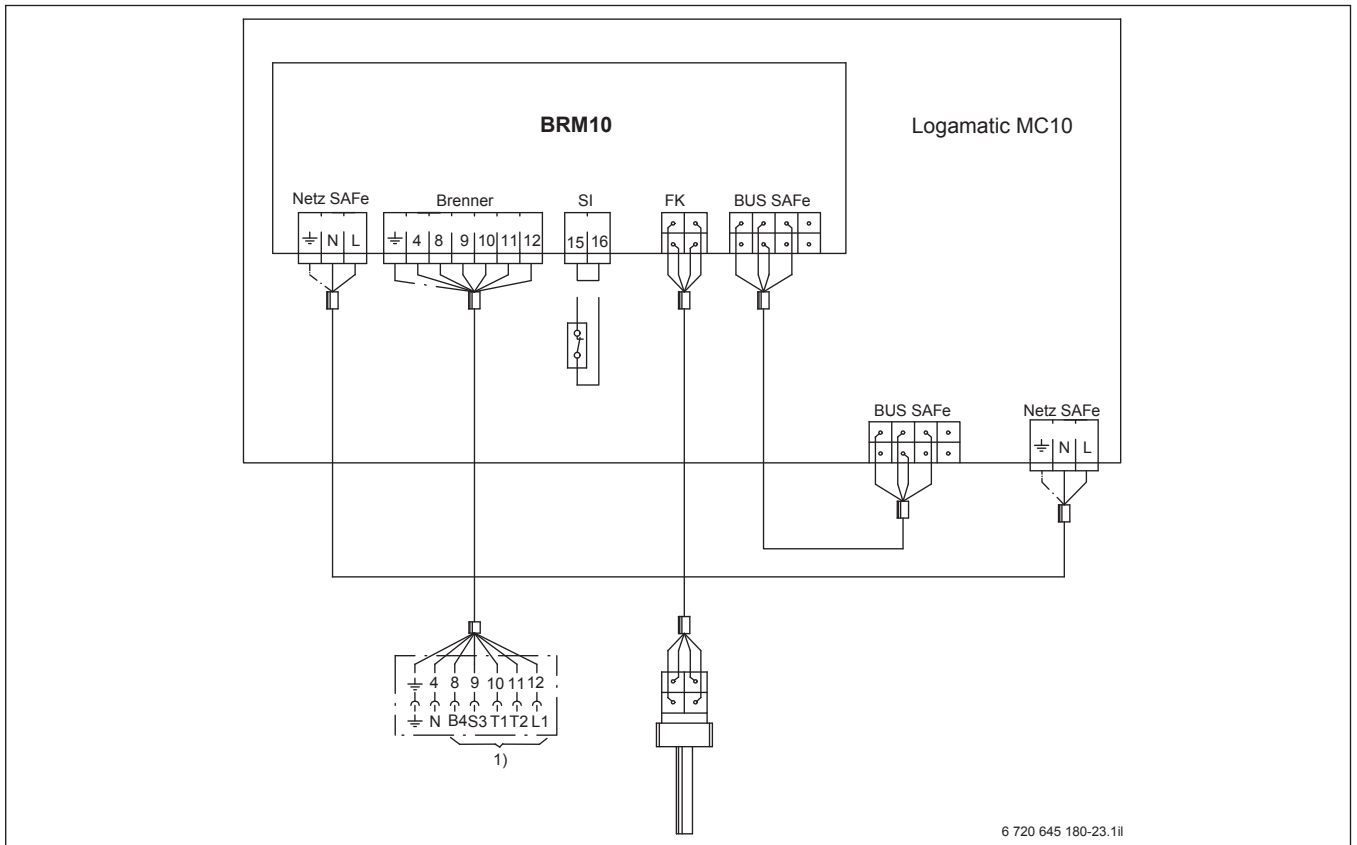

Bild 90 Anschlussplan des Fremdbrennermoduls BRM10 (eingebaut in das Regelgerät MC10)
- Verriegelung eines Brenners durch einen zweiten Wärmeerzeuger, z. B. durch einen Festbrennstoff-Kessel (auch für Ein-Kamin-Anlagen anwendbar), die Funktion des Moduls UM10 ist auf dem Fremdbrenner-Modul BRM10 bereits integriert (Brücke SI 15...16 → Bild 90).